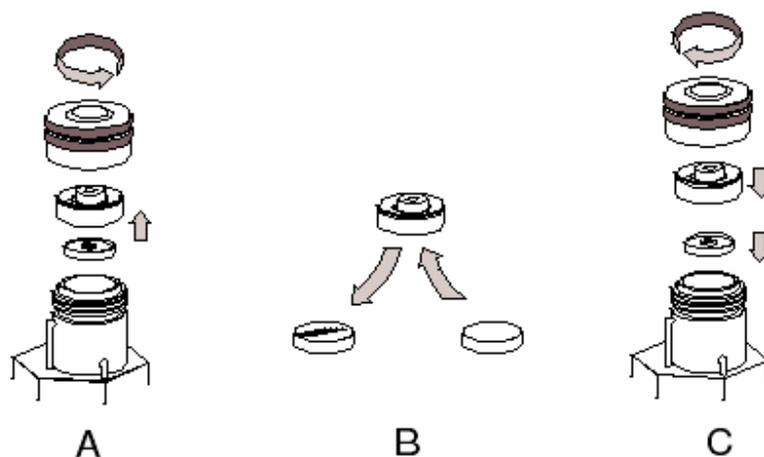

图 2-18: 更换隔垫
5. 取下隔垫固定螺母和隔垫，接着取下隔垫金属隔板。如图 2-18 中 A
13. 从隔垫固定螺母中取出隔垫（使用非金属性工具），如图 2-18 中 B
14. 放一个新隔垫到隔垫固定螺母中，注意隔垫中心的导孔必须朝上。如图 2-18 中 B
16. 放隔垫固定螺母到隔垫支持板顶部。（如图 2-18 中 C）。